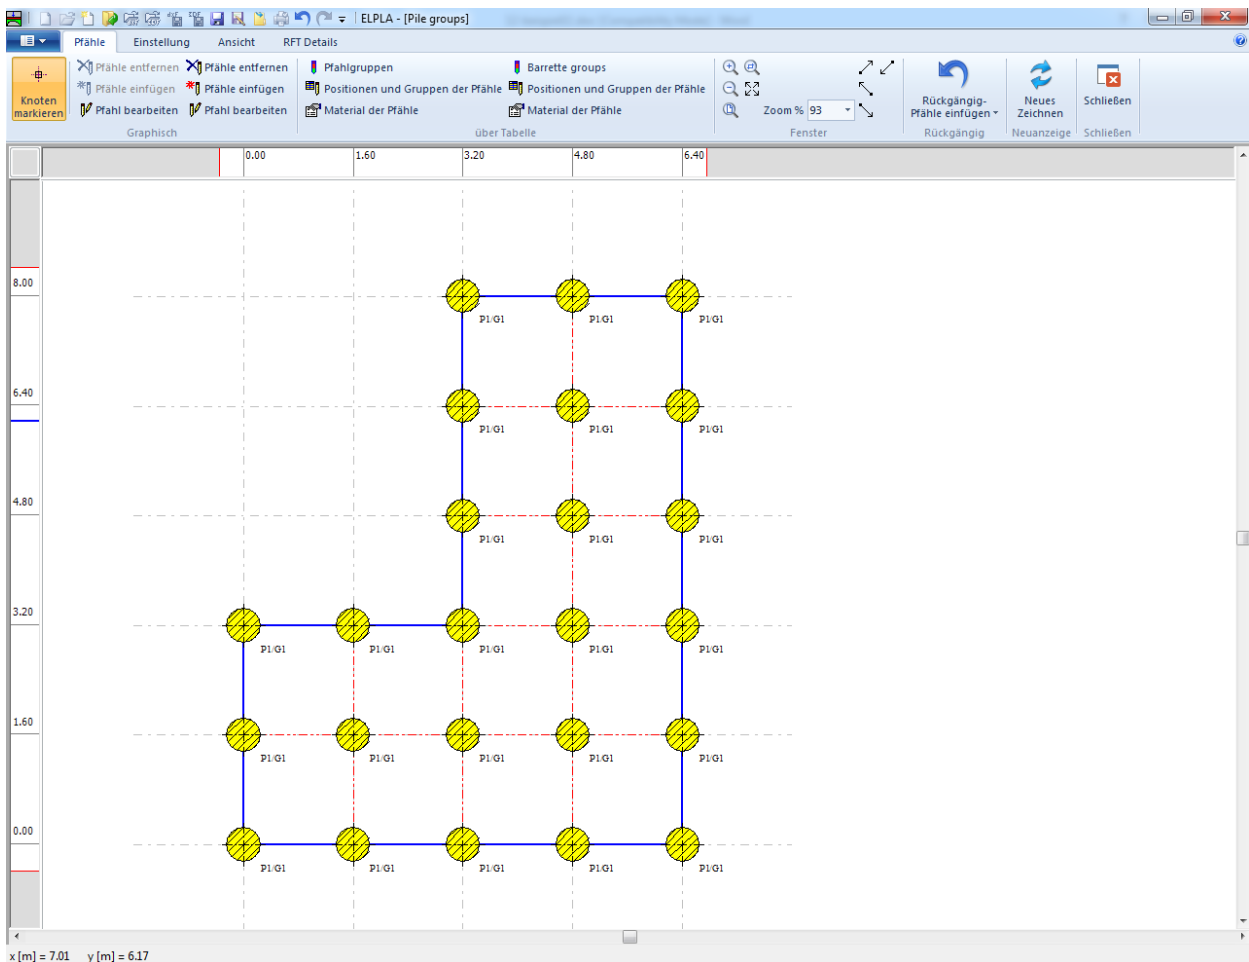

Bild 11.20 Pfähle auf dem Bildschirm
Nach der Definition der Pfähle sollte der Bildschirm wie das folgende Bild 11.20 aussehen.
- Wählen Sie "Speichern" aus dem "Datei"-Menü im Bild 11.20, um die Pfahldaten zu speichern